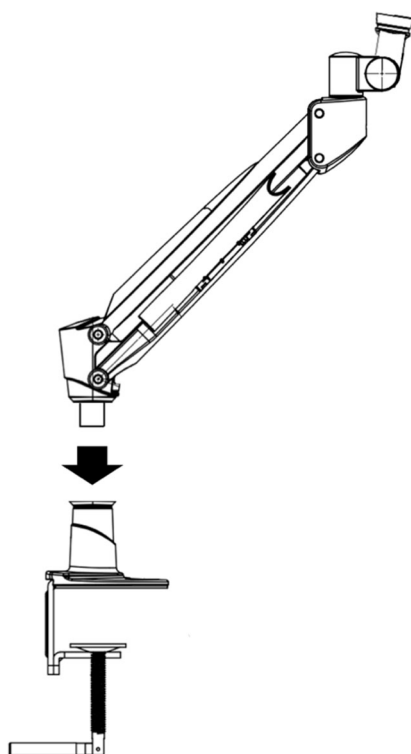

Figura 3: Inserire la staffa del braccio nell'apertura del morsetto
2. **Collegare il braccio al morsetto** come mostrato in Figura 3.